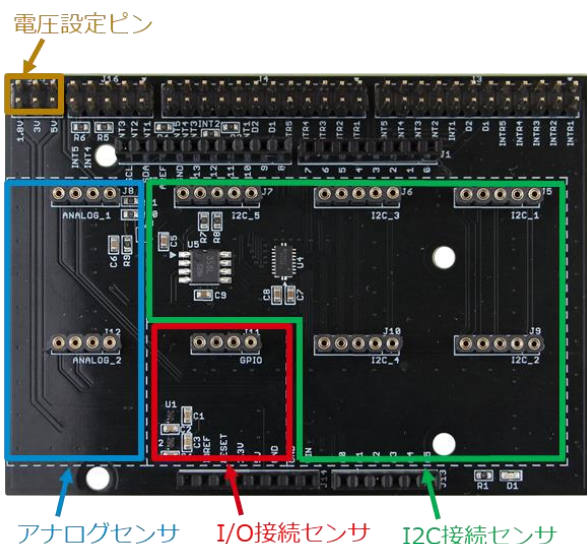

Figure 4. 電圧設定とセンサ接続エリア
2. センサ基板の接続方式を確認し、SensorShield の対応したエリアに接続 (Figure 4)
3. SensorShield の電圧設定をセンサ基板の電源電圧範囲に対応する電圧に設定 (Figure 4)